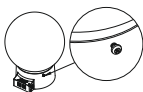

Рисунок 4. Расположение стопорного винта
7.9 Установить светорассеиватель и зафиксировать его стопорным винтом (рис.4).